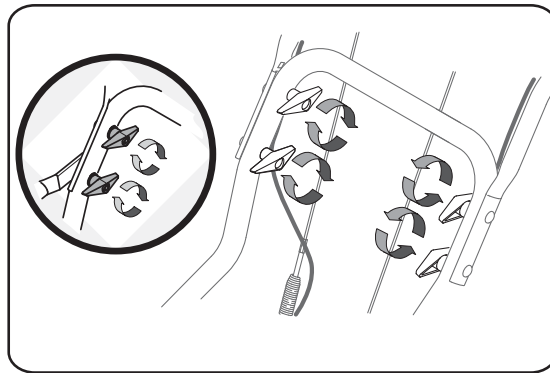

Figure 3-2
- Enlevez les boutons, rondelles et les boulons ordinaires inférieurs (et tuyau de support si équipé comme illustré dans l'encadrement) de chaque côté du guidon inférieur. Voir la Figure 3-2.